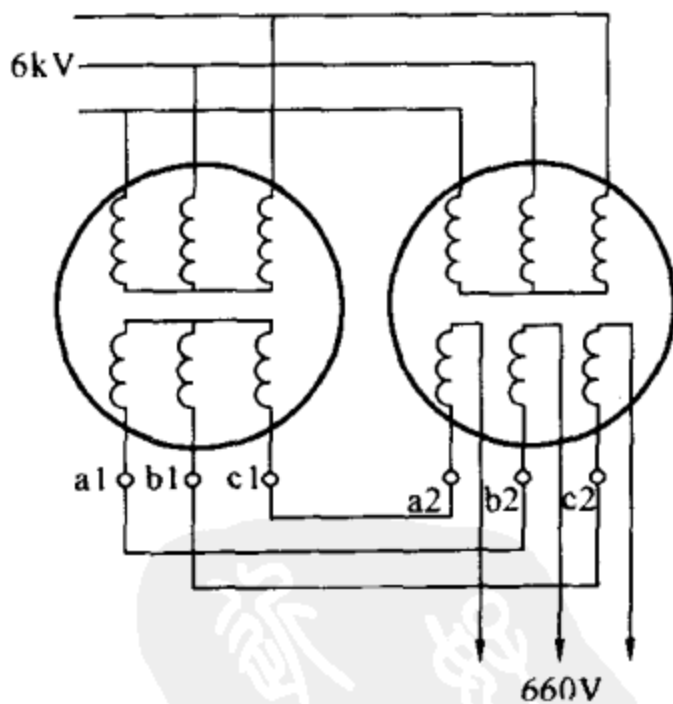

图 4-5 两台变压器曲折 Z 形接法示意图
(2) 两台变压器曲折 Z 形接法：两台二次绕组是 380V Y 形接线的等容量或不等容量变压器，将它们的一次侧并联，二次侧采用 Z 形接法，就可改为二次侧输出电压为 660V 的变压器，其接线如图 4-5 所示。改接线方法为：拆开一台变压器低压绕组中性点，将三相绕组的首端及尾端 6 个端头全部接出。在低压出线上增加三个出线套管。在改制低压侧出线盒时要保持相间对地距离。这种改接方法可以不动绕组，改制方法简单。两台不同容量变压器亦可采用这种方法，但要注意到